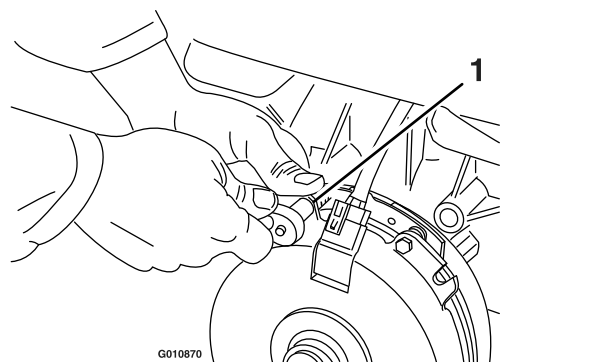

Figure 82
- A. Desserrez les boulons de fixation du frein de 1/2 tour à 1 tour, comme montré à la Figure 82.